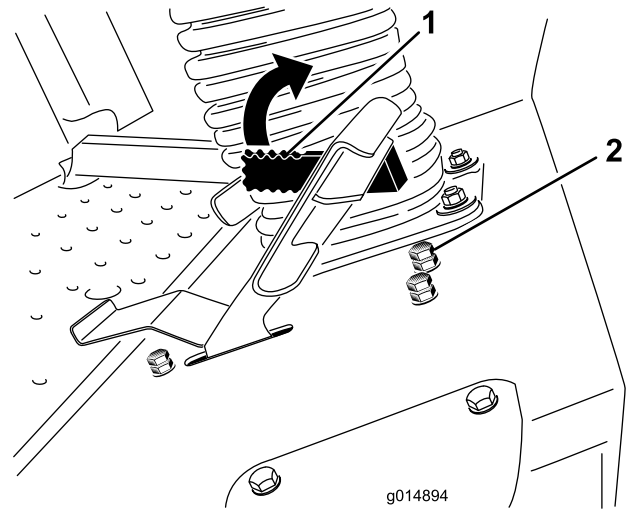

Figura 61
3. Liberte a porca de bloqueio do parafuso de paragem do limitador da velocidade de corte (Figura 61).
A alavanca do limitador da velocidade de corte (Figura 61) pode ser movida para a frente para limitar a velocidade de tração durante o funcionamento.